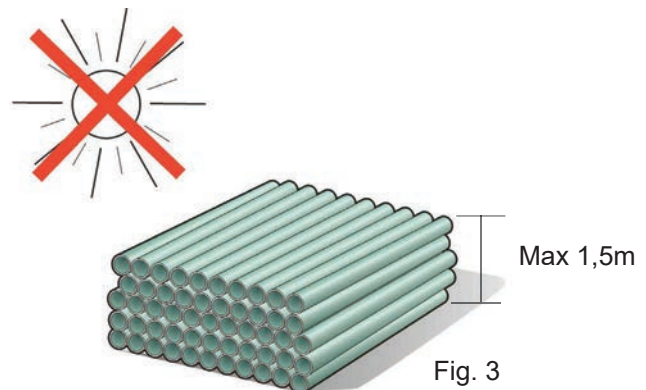

Fig. 3
Per evitare deformazioni nel tempo, l'altezza massima di accatastamento non deve superare i 1,5 mt, qualunque sia il loro diametro (Fig. 3).
*To prevent warping over the course of time, the maximum stacking height must not exceed 1.5 m, irrespective of the diameter (Fig. 3).*